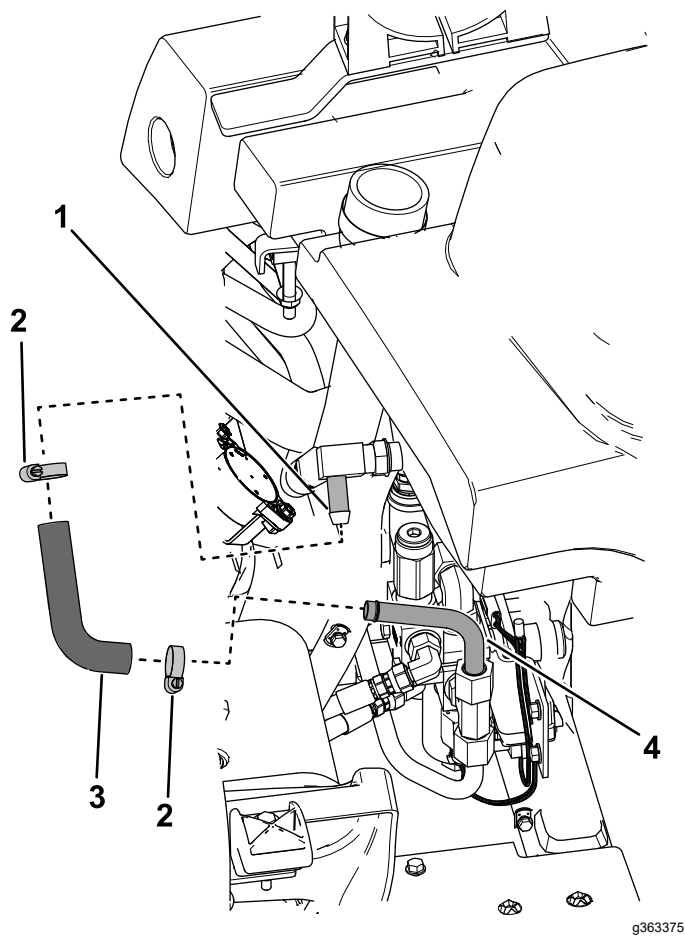
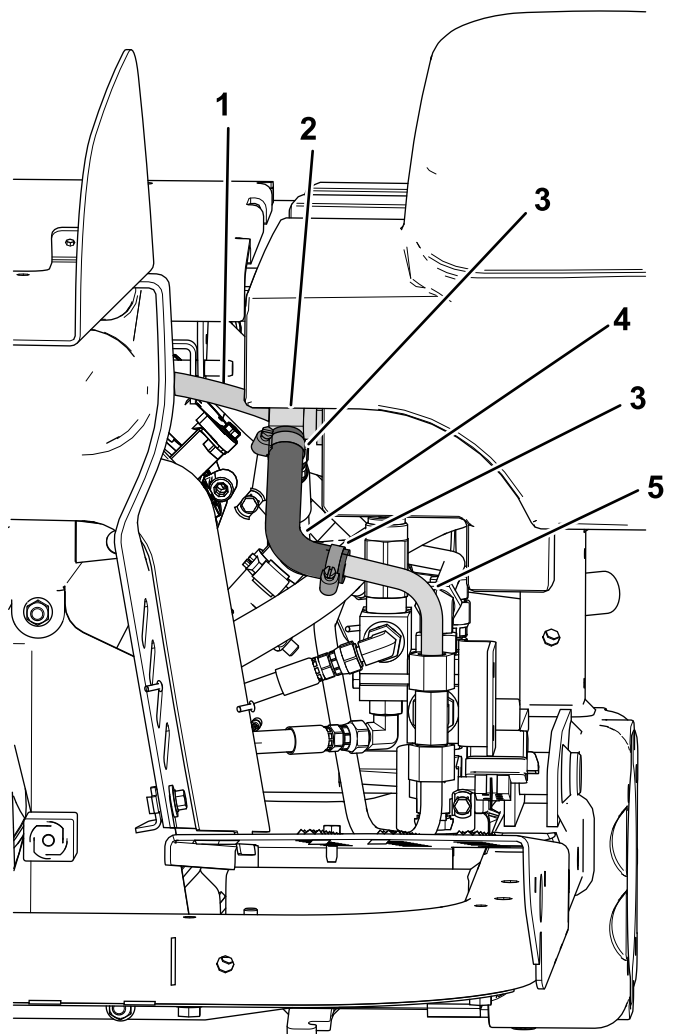

图 24
图 31
3. 将 4 号液压管线安装到已装配至阀门侧面的三通接头 图 24。
11. 将 2 个小号软管夹滑动到小成型液压软管上 图 24 和 图 31。
12. 将成型软管的长腿安装到液压油缸中的 90 度三通接头 图 31。
13. 将成型软管的短腿安装到 4 号液压管线的宝塔接头端 图 31。
15. 将 5 号液压管线软管松松地安装到小 90 度三通接头 图 31。